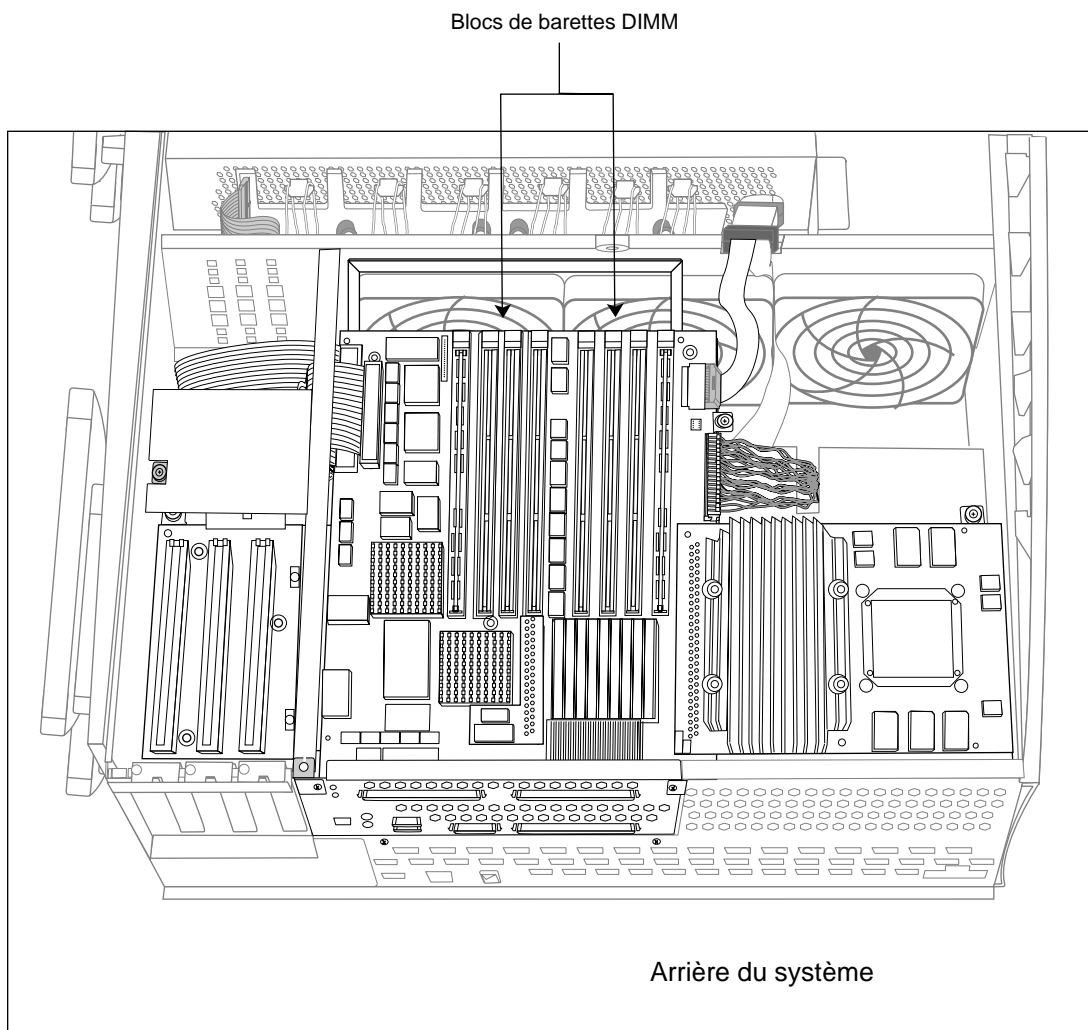

Figure 5-2 Positionnement des barrettes DIMM dans le serveur Origin200
5. Repérez les emplacements des barrettes DIMM (voir Figure 5-2).